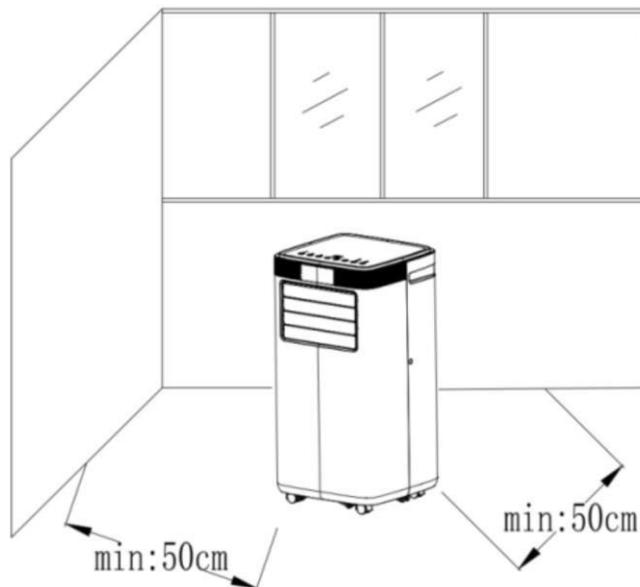

Bild 4
- 3.1. Stellen Sie das Gerät mit installiertem Wärmerohr und Fensterbeschlägen an einen Ort, an dem der Abstand zwischen dem Gerät und Wänden oder anderen Gegenständen mindestens 50 cm beträgt (wie in Abbildung 4 dargestellt).